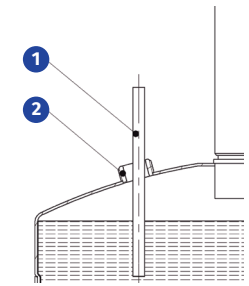

Рисунок 5
5.2.5 Аккуратно опустить измеритель уровня ОТВ (поз.1, рисунок 5) в штуцер ПК (поз.2, рисунок 5). Выступающая часть измерителя уровня ОТВ должна быть выше кромки штуцера ПК минимум на 5мм.